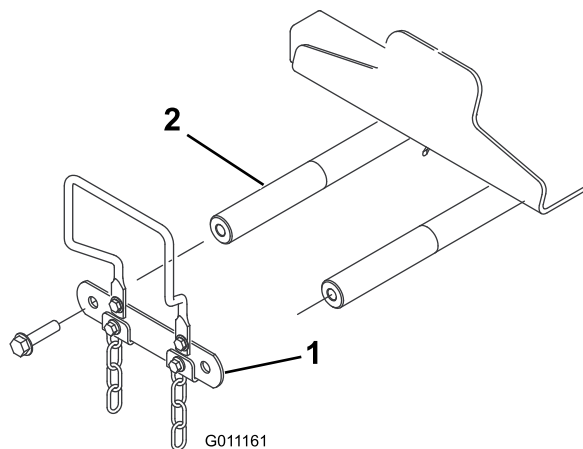

Figure 13
1. Retirez les 2 boulons qui fixent la biellette aux axes de pivot du bras de relevage, puis retirez la biellette et mettez-la de côté avec les boulons (Figure 13).